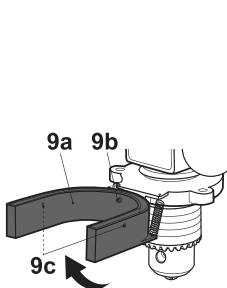

Fig. 6
- > Pliegue la abrazadera (9a) (Fig. 6).